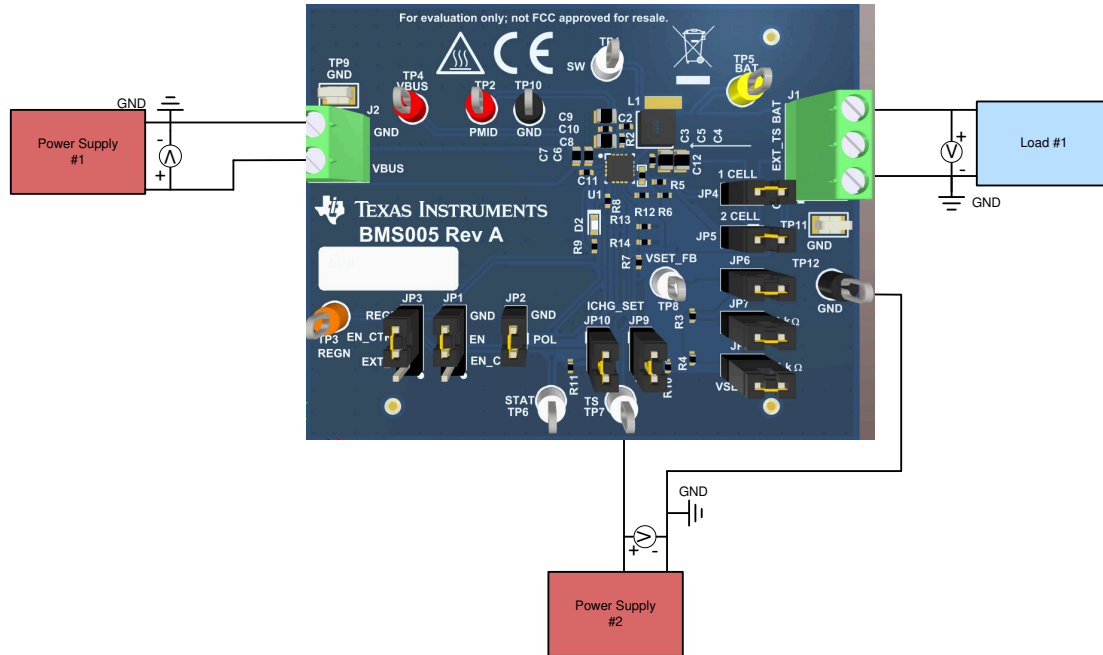

图 2-1. 用于 BMS005 的原始测试设置
4. 将 PS1 的输出连接到 J2 (VBUS 和 PGND)，如图 2-1 所示。
6. 打开负载 #1，如图 2-1 中所示，设置为恒压模式并将输出设置为 2.5V。禁用负载。
7. 在 TP5 (BAT) 和 TP11 (PGND) 之间或者在 J1-3 和 J1-1 之间连接一个电压表，如图 2-1 中所示。
9. 将 PS2 的输出连接到 TP7 (TS) 和 TP12 (PGND)，如图 2-1 中所示。